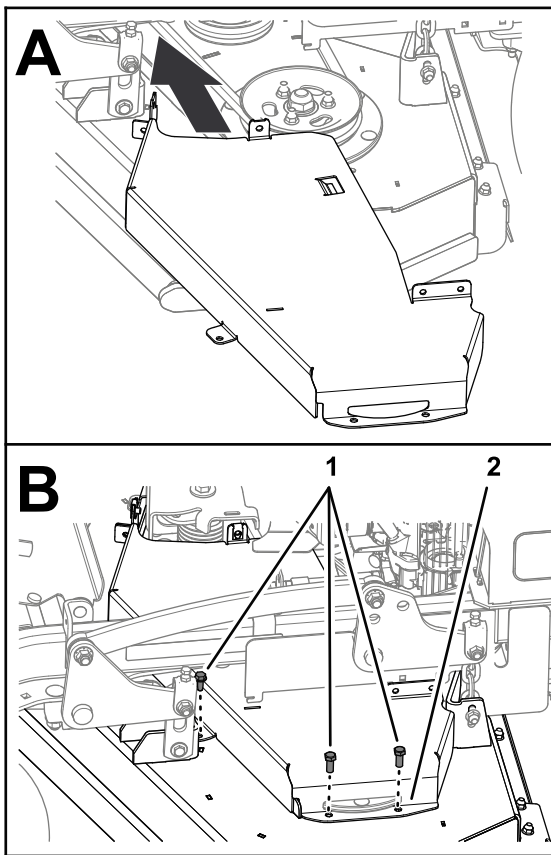

**Figure 41**
- Fixez le couvercle CE droit au protège-courroie droit (Figure 41) à l'aide des 2 boulons de carrosserie et des 2 contre-écrous que vous avez retirés à l'opération Dépose du protège-courroie gauche (page 30).